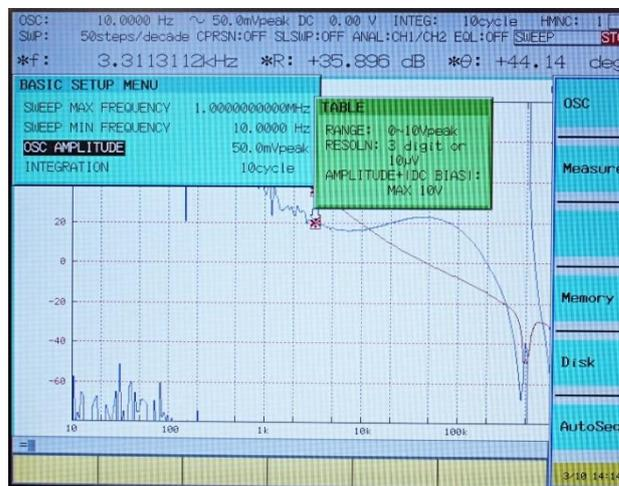
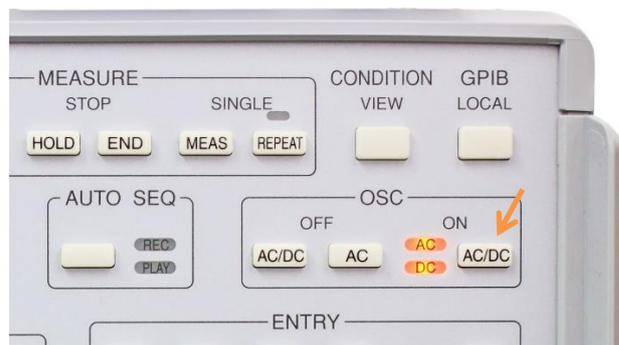

Figure 11 発振器出力設定画面
Figure 12 発振器出力 ON キー
5. ループが線形動作する範囲で発振器出力レベルを決めます。発振器出力レベルを設定し (Figure 11)、出力をオンにします (Figure 12)。発振器出力メニュー値を変更したときは、AC/DC ON キーを再度押すまで実際の出力値は変更されませんので注意してください。発振器出力レベルの決め方は後述します。